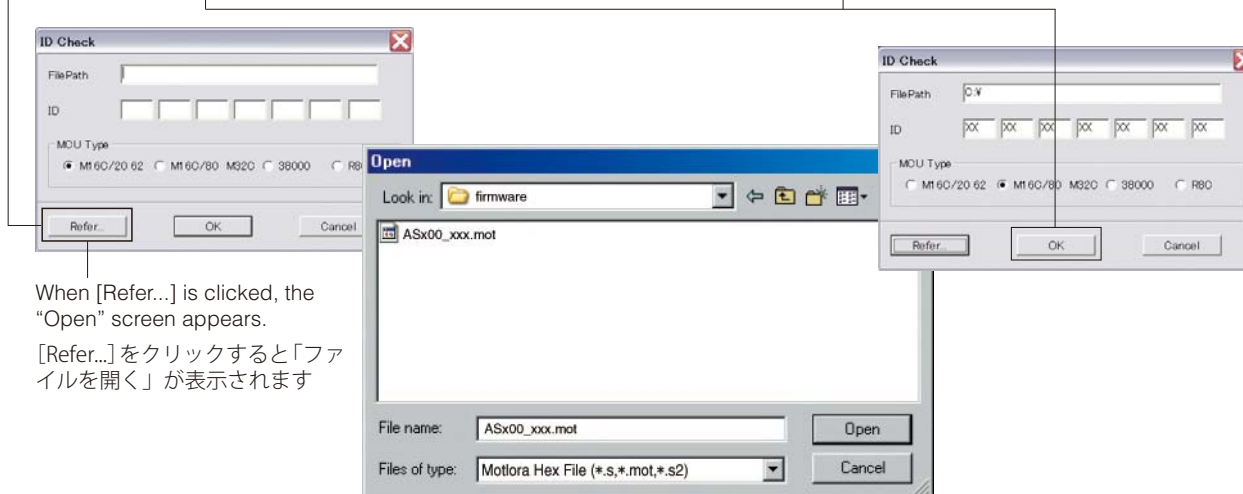

Fig. 3
4. Click [Refer...] and select the firmware name. (Fig. 3)
* The ID and MCU Type are loaded automatically when the file is selected. (Fig. 3)
Click [OK]. (Fig. 3)
4. [Refer...] をクリックし、書き込むファームウェアを選択します。(Fig. 3)
※ ID、および MCU Type は書き込みファイル選択後、自動的に取り込まれます。(Fig. 3)
[OK] をクリックします。(Fig. 3)